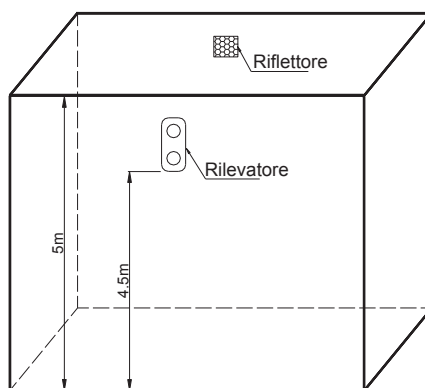

Fig. 4
- a) Se l'altezza è inferiore a 5 m, installare il rilevatore e il riflettore sulle due pareti opposte a 0,5 m dal soffitto, come illustrato nella Fig. 4.